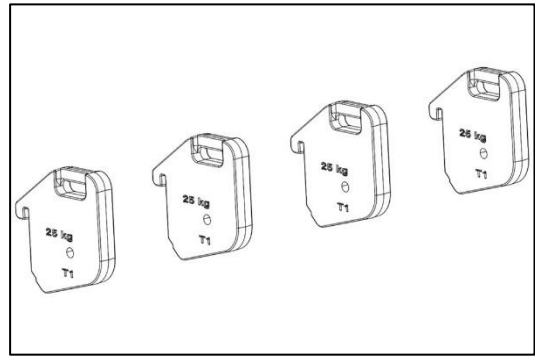

Fig. 76 - VERWIJDEREN VAN FRONTGEWICHTEN
- Verwijder het frontgewicht; zie Fig. 76.